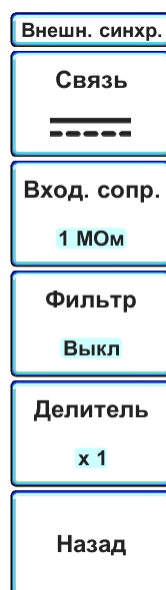

Рисунок 6.23 – Программное меню «Внешняя синхронизация»
- в зависимости от типа синхронизации, нажать программную кнопку «Канал внеш.синхр.» в основном меню «Синхронизация», либо в дополнительном, перейдя к нему с помощью программной кнопки «Далее». При этом откроется меню «Внешняя синхронизация» (рисунок 6.23);